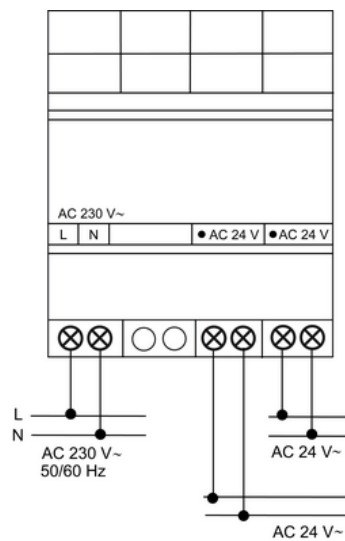

Bild 1
- Gerät gemäß Anschlussplan anschließen (Bild 1).